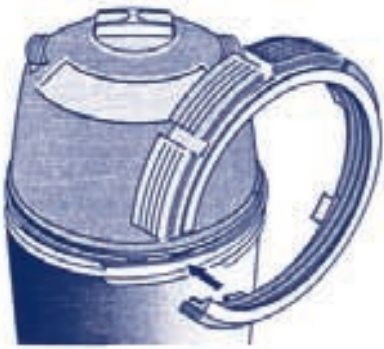

Figure 5 - Insérer les pattes dans les ouvertures dans le corps du filtre.
6. Séparer les deux parties du filtre en utilisant les pattes en-dessous de la bague de fermeture Posi-Ring™. Insérer les pattes dans les ouvertures qui se trouvent au joint entre les deux parties du filtre et débloquer celles-ci (voir figures 5 et 6).